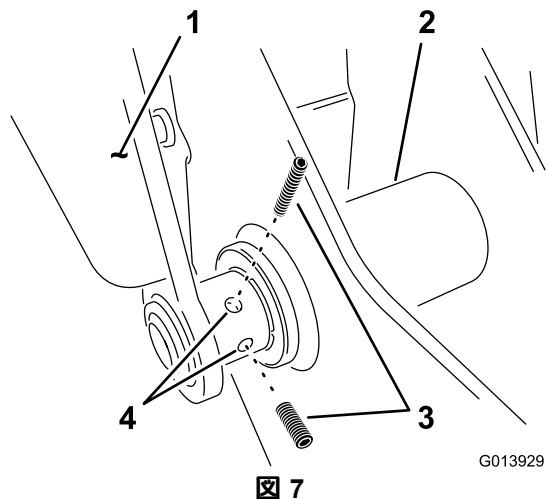

図 7
9. 左アームの下側ヒンジ部に固定ねじ2本を取り付ける 図 7。